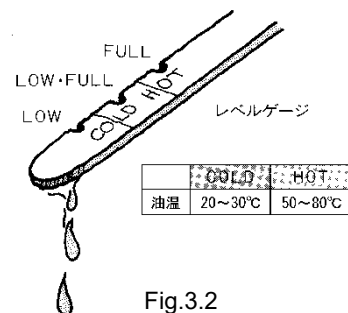

Fig.3.2
- 4) 走行直後のトランスミッションの油量が高いときは、レベルゲージの HOT 側を見て測定し、LOW と FULL の目盛りの間であれば正常です。この時点での油量点検は、交換時において給油量と回収量の差を見て、規定給油量の目安とするために行います。(Fig.3.2)